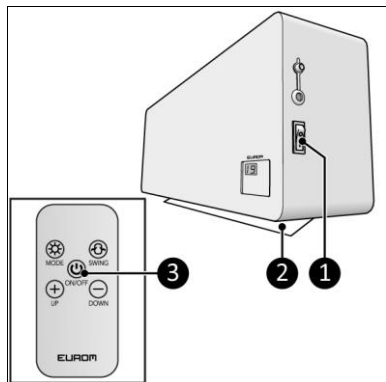

Abbildung 13
1. Stellen Sie den EIN/AUS-Schalter auf EIN (Abbildung 13, Pos. 1).
3. Drücken Sie die MODE-Taste am Gerät (Abbildung 13, Pos. 3) oder die EIN/AUS-Taste auf der Fernbedienung (Abbildung 13, Pos. 3).
1. Drücken Sie die MODE-Taste am Gerät (Abbildung 13, Pos. 3) oder die EIN/AUS-Taste auf der Fernbedienung (Abbildung 13, Pos. 3).